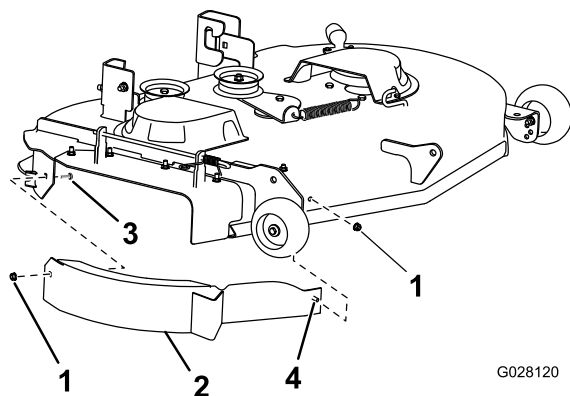

Figura 4
1. Instale el deflector en el lado derecho de la carcasa de corte con un perno de cuello cuadrado (5/16 x 3/4 pulgada) y 2 tuercas con arandela prensada (5/16 pulgada), según se muestra en Figura 4.